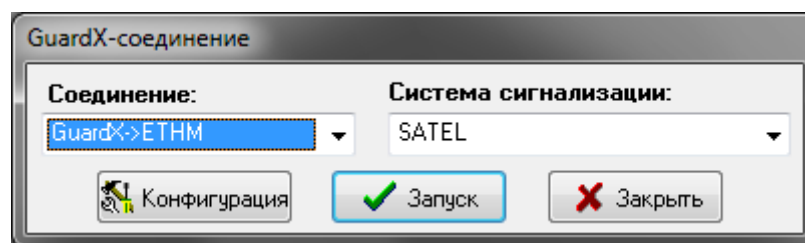
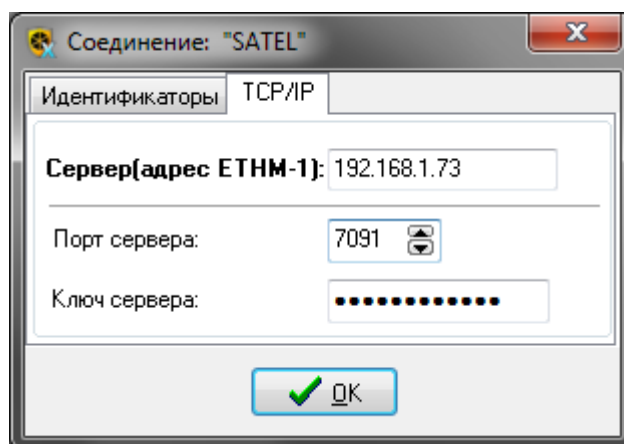

Рис. 11. Программа GuardX: Стартовое окно.
Рис. 12. Программа GUARDX: параметры связи через сеть Ethernet.
В стартовом окне программы GUARDX (см.: рис. 11) кликните по кнопке «Настройка». Откроется окно, в котором в закладке «TCP/IP» (рис. 12) следует запрограммировать:1112
1. В стартовом окне в поле «Соединение» выберите «GuardX->ETHM», (рис. 11), затем кликните по кнопке «Пуск».